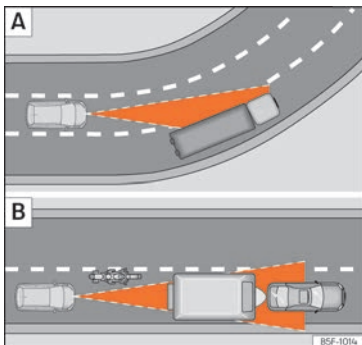

Abb. 142 [A] Fahrzeug in einer Kurve. [B] Vorausfahrender Motorradfahrer außerhalb des Erfassungsbereichs des Radarsensors.
Es ist möglich, dass die ACC das vorausfahrende Fahrzeug in der Kurve nicht erkennt oder die Entfernung zu Fahrzeugen einstellt, die sich auf anderen Fahrspuren befinden >>> [Abb. 142]
- Versetzt fahrende Fahrzeuge oder Fahrzeuge, die außerhalb des Erkennungsbereichs des Sensors fahren, z. B. Motorräder >>> [Abb. 142] [B].